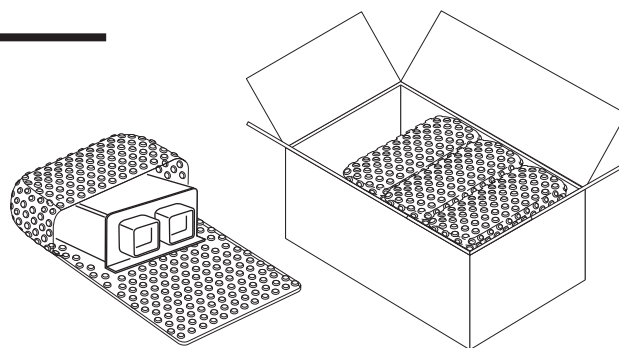

Abbildung 1
1. Nehmen Sie das Gerät aus der Verpackung. Jede Packung enthält vier Module. Siehe ABBILDUNG 1.